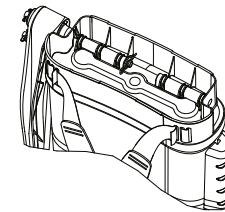

Рис.3
- снимите держатель (76), потянув его вверх вдоль бака, и закрепите его на противоположной стороне бака; - установите вал (62) в отверстие поддона со стороны узла насоса (Рис.3), наденьте его на шайбу(61) и протолкните до упора; - в отверстие на валу вставьте шплинт (43); - в отверстие в верхней части узла насоса вставьте шатун (66), на выступающий край которого наденьте шайбу (44). Закрепите шатун осью (67), установив ее в отверстие шатуне; - установите рычаг (65) одновременно на шатун и вал; - установите шайбы соответствующего диаметра и оси(67)